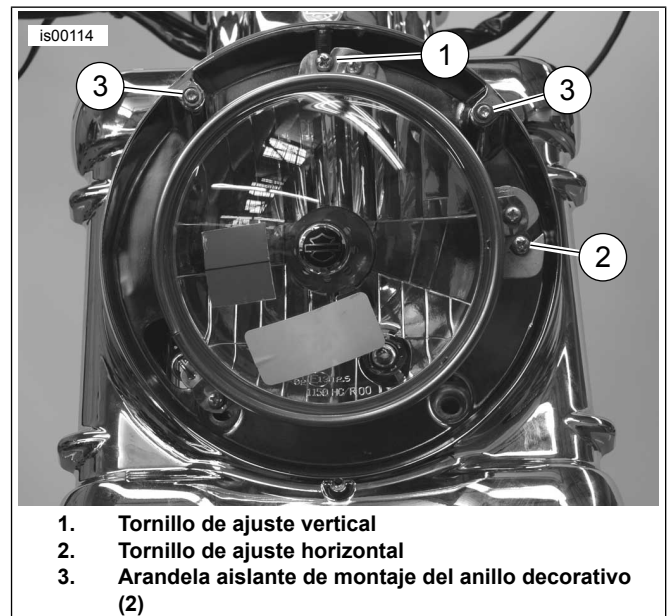

Figura 8. Ajuste del faro delantero
- a. Vea la Figura 8. Suba o baje el haz de luz del faro delantero, según sea necesario, girando el tornillo de ajuste vertical (1). Gire el tornillo hacia la derecha para subir el haz de luz o hacia la izquierda para bajar el haz de luz.
- b. Ajuste el haz de luz del faro delantero hacia la izquierda o derecha, según sea necesario, girando el tornillo de ajuste horizontal (2). Gire el tornillo hacia la derecha para ajustar el haz de luz hacia la derecha o hacia la izquierda para ajustar el haz de luz hacia la izquierda.